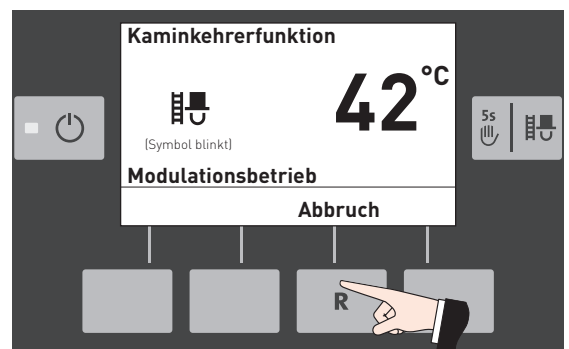

Fig.11
- wenn die **Abbruch**-Taste gedrückt wird – Fig. 11.